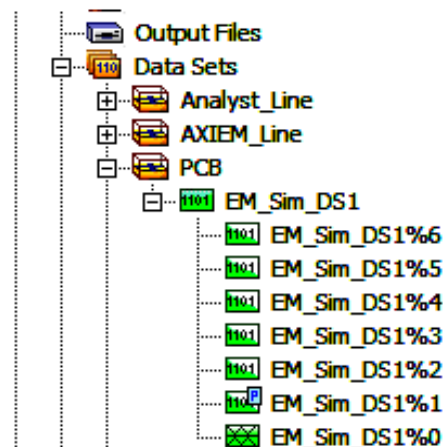

Рис. 77
- При активном окне трёхмерного отображения ЕМ структуры раскройте группу **Data Sets** в левом окне проекта и затем раскройте подгруппу **PCB** (рис. 77).
- Нажмите клавишу **Shift** и щёлкните мышкой по строке с данными в подгруппе **EM_Sim DS1**. Заметим, что Е-поле не отображается при выполнении **AMR** для порта (port-only). Эти записи в списке данных на рис. 77 отображаются с маленькой буквой **P**.